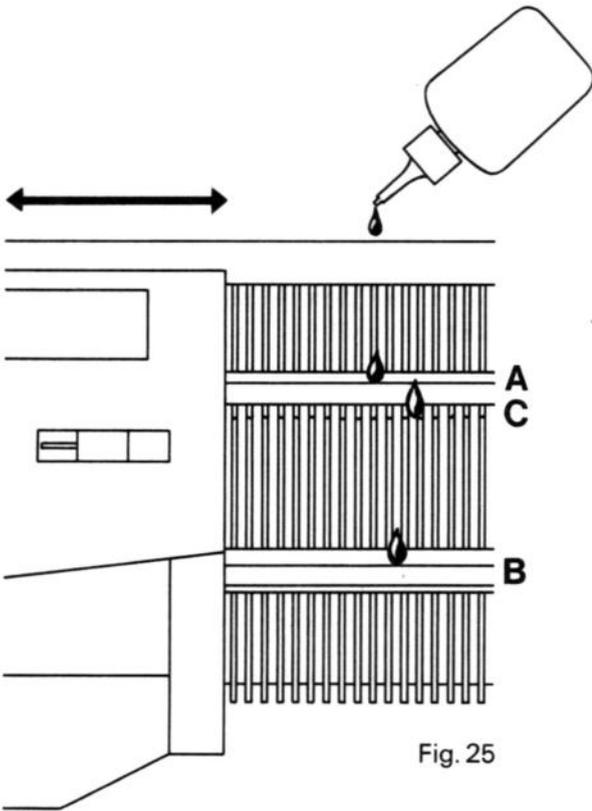

Fig. 25
Einige Tropfen Öl in die Laufschiene hinten (A) und vorn (B) sowie auf die Nadelfüsse (C) träufeln, Fig. 25. Schloss einige Male langsam hin- und herschieben, dann Schloss rechts stehenlassen.